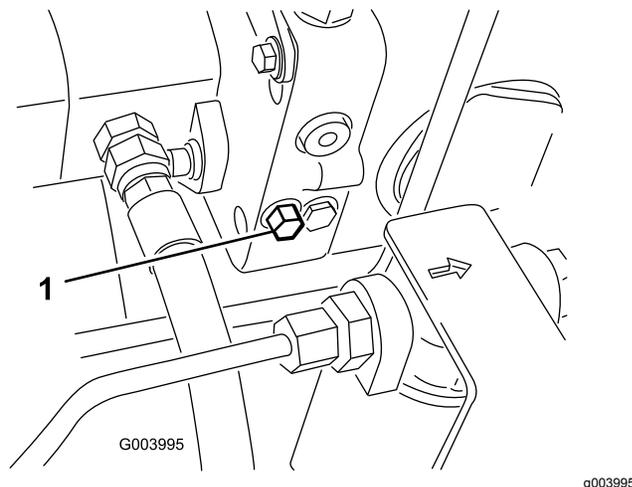

Figure 34
1. Tournez le boulon de la vanne de dérivation une fois et demie pour ouvrir la vanne et permettre la dérivation interne de l'huile (Figure 34).